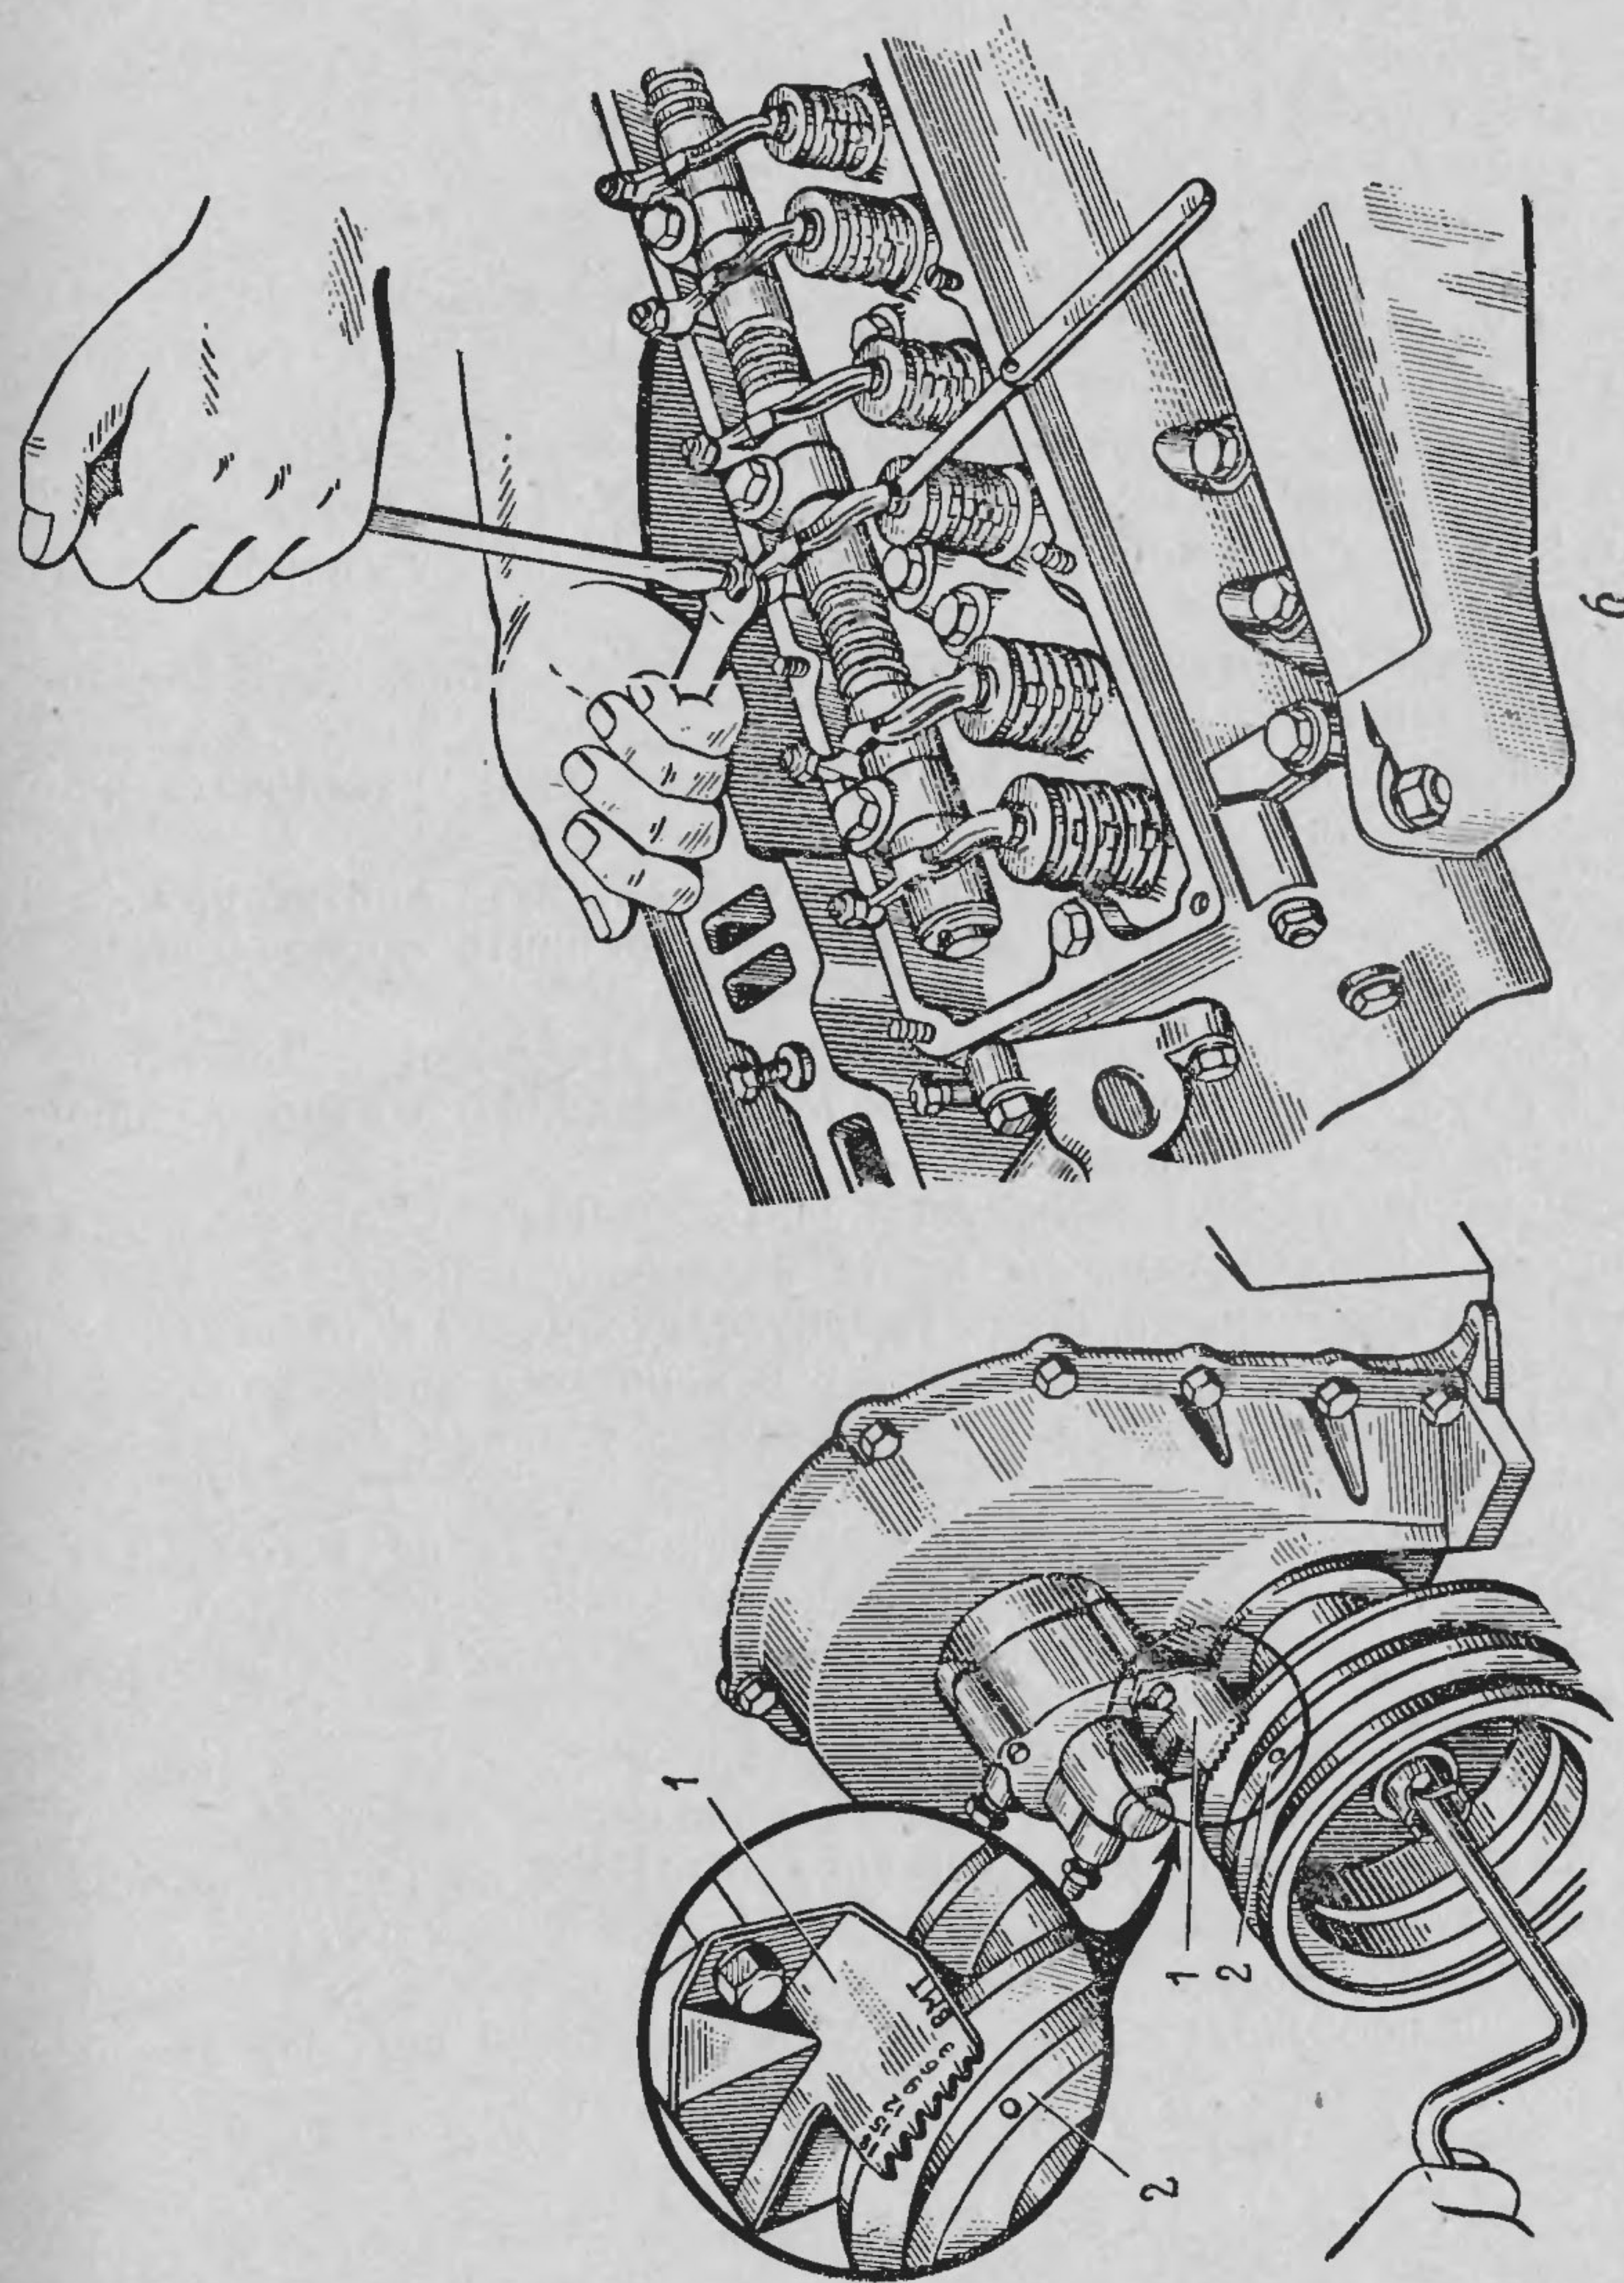

Рис. 45. Регулировка клапанов:
7. Установить поршень 1-го цилиндра в ВМТ на такте сжатия. Для этого, закрыв свечное отверстие пальцем руки, проворачивать коленчатый вал до выхода воздуха из-под пальца. Далее, проворачивая коленчатый вал, совместить углубление (засверловку) на шкиве 2 (рис. 45) коленчатого вала с меткой ВМТ на указателе 1 установки момента зажигания, расположенном на датчике ограничителя максимального числа оборотов.